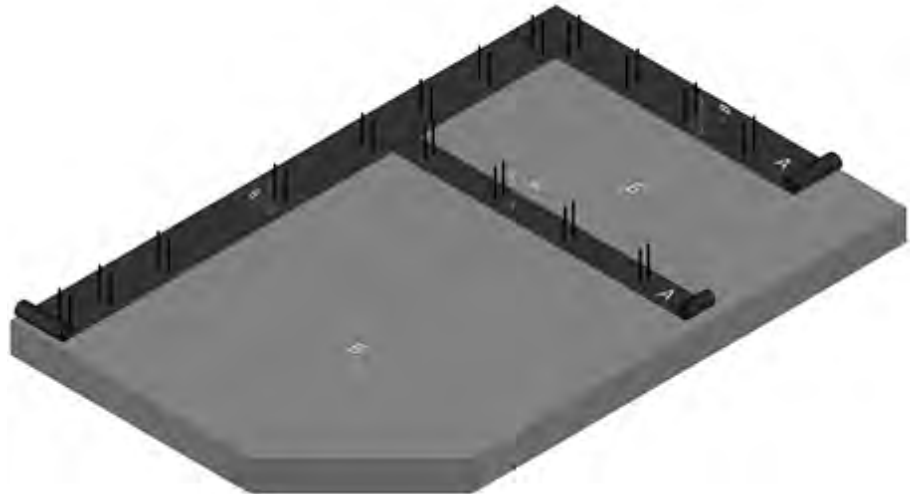

Рис. 15.1
15.1.3 Минимальная длина анкера 400мм. Минимальная длина выпуска от верхней грани фундамента/перекрытия 250мм. (см. рис. 15.1)